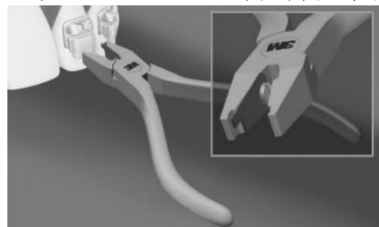

図6
- 1) ディボンディング用 インスツルメントのセンタリングガイドのノッチと3Mのロゴを上面向けて把持する (図6)。